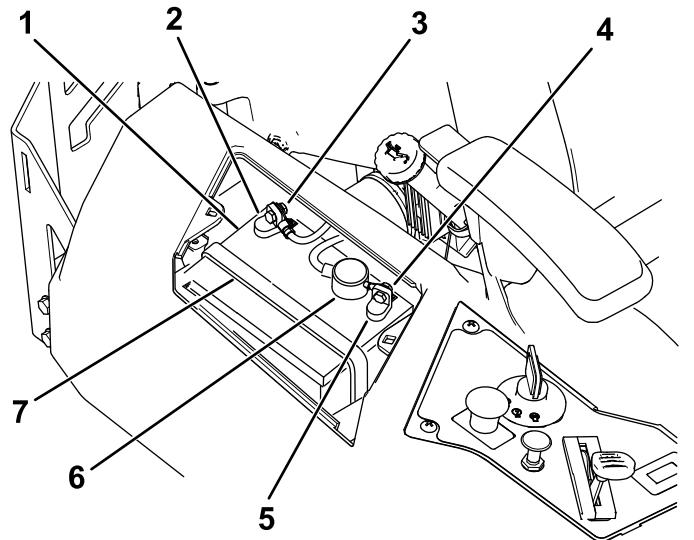

Figure 56
4. Débranchez le câble négatif (noir) de mise à la masse de la borne de la batterie (Figure 56).
6. Débranchez le câble positif (rouge) de la borne de la batterie (Figure 56).
7. Déposez la barrette de maintien de la batterie (Figure 56) et soulevez la batterie de son support.
1. Placez la batterie sur son support (Figure 56).
5. Fixez la batterie en place à l'aide de la sangle de maintien (Figure 56).